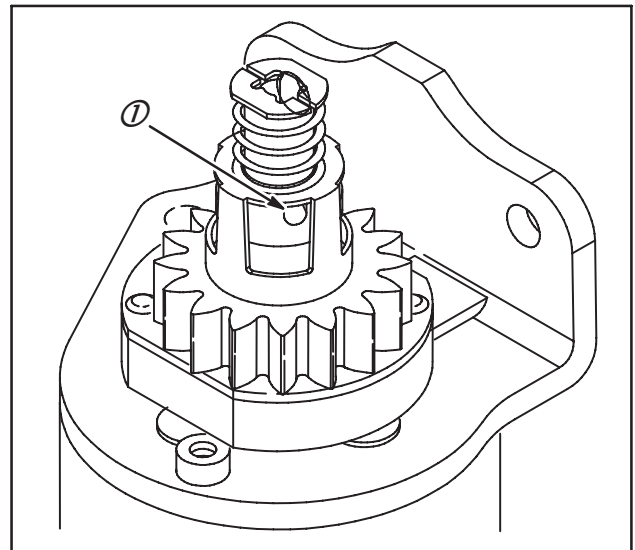
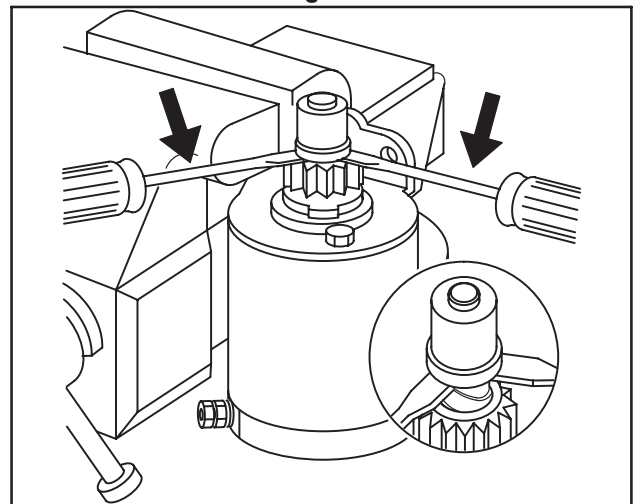

Fig. 64
Fig. 65
NOTE : Certains systèmes d'entraînement de démarreur utilisent un ressort de rappel de pignon. Deux modèles de ressort ont été utilisés. Modèle actuel, Fig. 64 et ancien modèle, Fig. 65.
Le modèle actuel est retiré après la dépose de la goupille (1). L'ancien modèle d'entraîneur est protégé par un couvercle en plastique. Déposer ce capot avec précaution à l'aide de deux tournevis, Fig. 65.